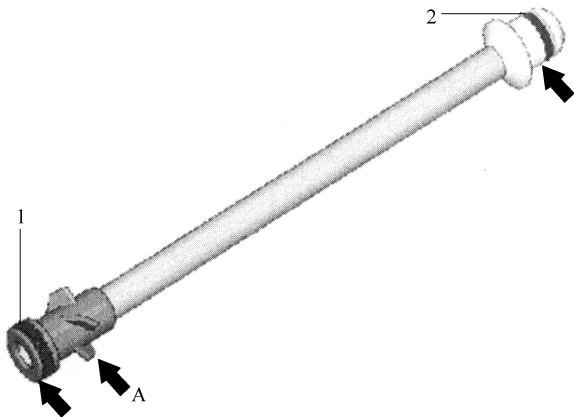

图 2-2-37 安装油管
1) 判断自动变速器组件的磨损程度。更换油管上的 O 形环 2, 如图 2-2-37 所示。油管与 O 形环 2 事先压在输入轴上, 必须能感觉到油管卡止, 油管上的转子叶片 (箭头 A) 必须全部在输入轴上。